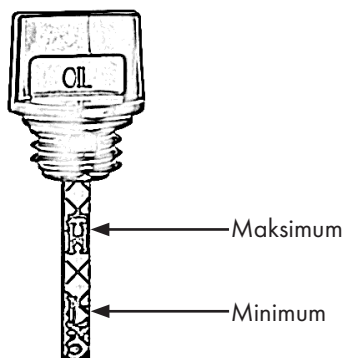

Rysunek 13
- Odkręć szyjkę wlewu oleju z podłączonym prętowym wskaźnikiem poziomu oleju, Rys. 13.